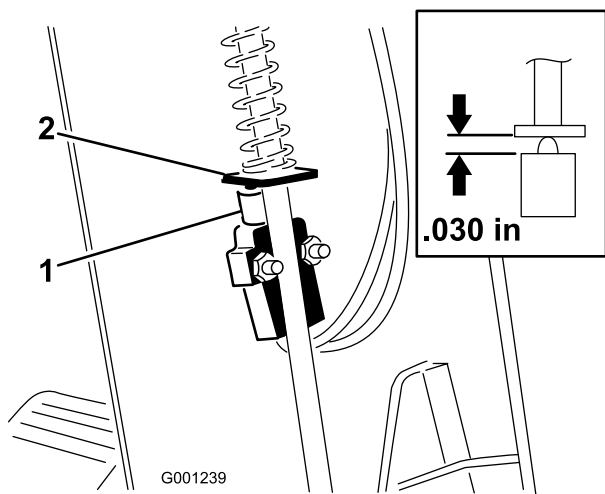

Figura 62
3. Alzate il copripiantone fino ad esporre l'interruttore del freno di stazionamento (Figura 62).
5. Allineate l'anello dell'asta del freno di stazionamento in relazione al pulsante dell'interruttore (Figura 62)
6. Premete l'asta del freno di stazionamento ed alzate l'interruttore finché la lunghezza compressa del pulsante dell'interruttore non è di 0,762 mm (Figura 62, inserto). Questa è la distanza tra l'anello dell'asta del freno e la sede del pulsante dell'interruttore.